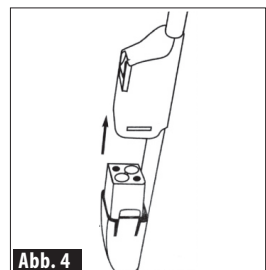

Abb. 4
- Legen Sie die „Wiederaufladbare Batterie“ in das „Batteriefach“, das sich auf der Vorderseite der Stange befindet, bis sie einrastet (siehe Abb.4).